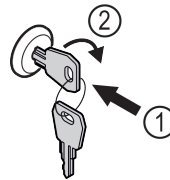

Fig. 62 Beispielhafte Darstellung
- ▶ Schlüssel hineindrücken Fig. 62 (1).
- ▶ Schlüssel um 90° im Uhrzeigersinn drehen Fig. 62 (2).